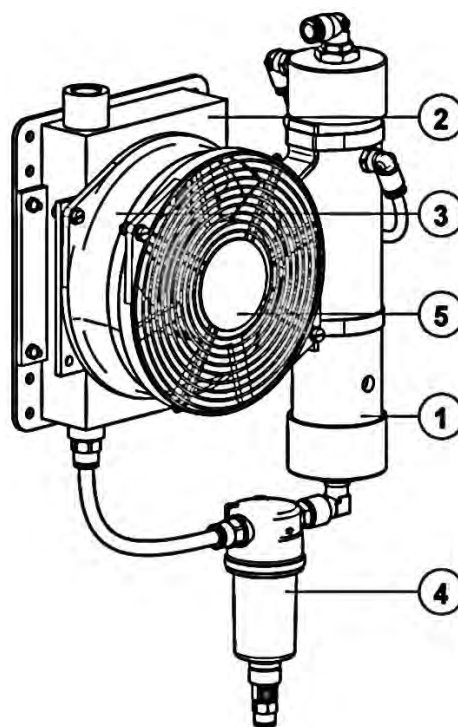
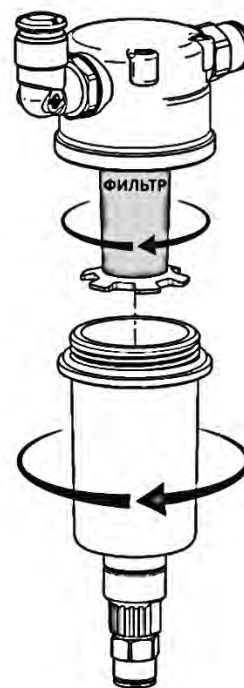

Рисунок 8
Рисунок 12
- Выверните колбу фильтра-сепаратора **4** (рисунок 8) против часовой стрелки (рисунок 12);